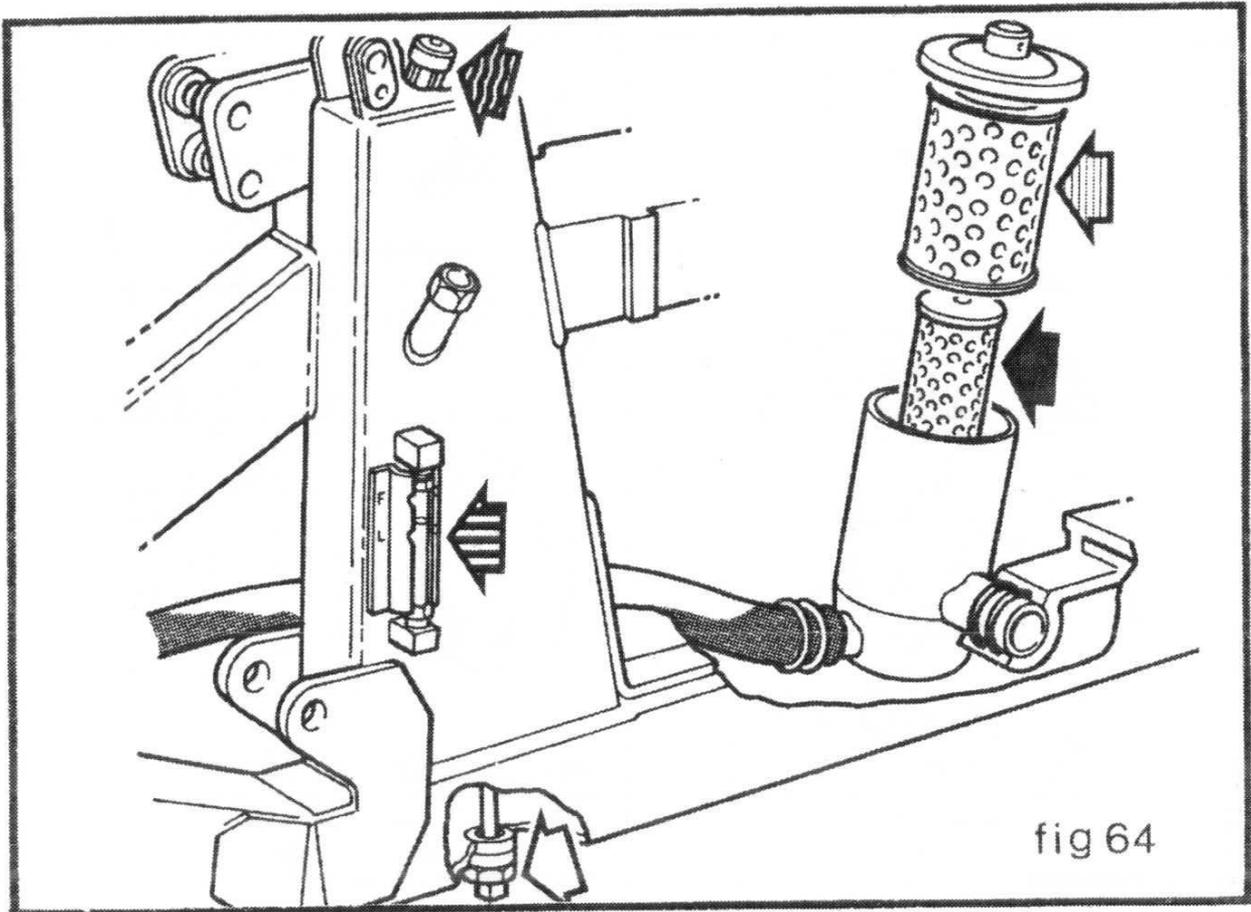

fig 64
CIRCUIT HYDRAULIQUE - Fig. 64 -
- 2 - Retirer le bouchon de niveau (fig. 64) et laisser s'écouler l'huile (environ 5 litres).